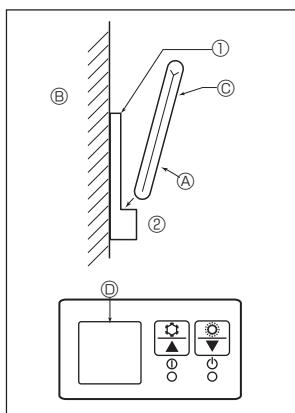
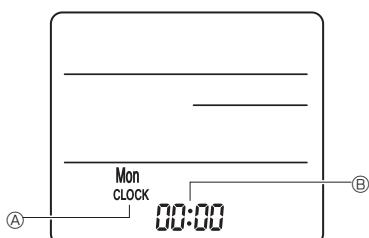

Fig. 6-7
Fig. 6-8
2) Méthode d'installation (Fig. 6-7)
① Mettez la partie inférieure de la télécommande dans le support.
② Télécommande ③ Mur ④ Afficheur ⑤ Récepteur
3) Réglage (Réglage de l'horloge) (Fig. 6-8)
- Insérez les piles et appuyez sur la touche **CLOCK** à l'aide d'un objet pointu. [CLOCK] (HORLOGE) ⑥ et [:] ⑦ clignotent.
② Appuyez sur la touche de réinitialisation **RESET** ⑧ à l'aide d'un objet pointu.
③ Appuyez sur les touches de réglage **↑ ↓** pour régler l'heure.